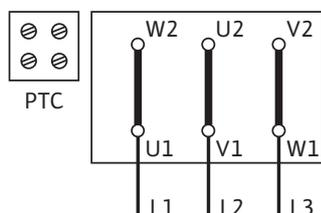

Fig. 45: Arranque Y-Δ (estándar)
En la caja de bornes encontrará el esquema de la conexión eléctrica (véase también la Fig. 45/46).
- La alimentación eléctrica del tablero de bornes depende de la potencia del motor P_2 , de la tensión de red y del tipo de arranque. En el siguiente listado "Tab. 4: Asignación de los bornes de conexión" en la página 18 y en la Fig. 45/46 podrá consultar la conmutación necesaria para las clavijas de conexión de la caja de bornes.
Arranque Y-Δ (estándar)	Retire las clavijas de conexión (Fig. 45)